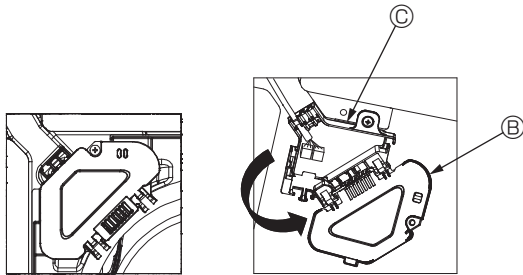

Fig. 7-5
- ③ Fjern den ene skruen som holder koblingsboksdekslet og åpne dekslet. (Fig. 7-5)
- ④ Plasser kryssledningskontakten i koblingsboksen.
- ⑤ Installer ledningsdekselet og koblingsboksens deksel.